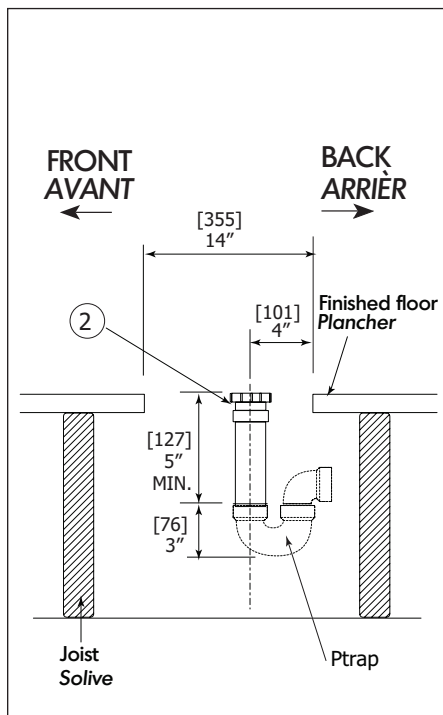

Fig.2
-Place the female part (2) of the expansion joint as shown (fig.2). Make sure it is flush to the finished floor. Use the steel trap to fasten the expansion joint to the joists.
-Placer la partie femelle (2) du joint d'expansion comme illustré (fig.2). Assurez vous d'être au même niveau que le plancher (fini). Utilisez le feillard troué pour fixer le joint d'expansion aux solives.